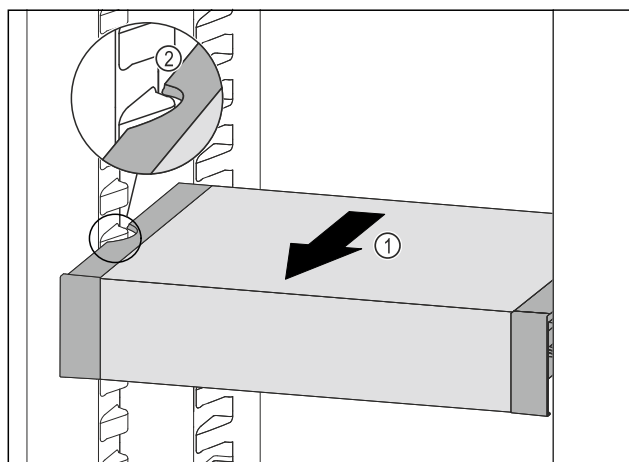

Fig. 160
- ▶ 向前拉动 VarioSafe Fig. 160 (1)，直至 VarioSafe 的侧部凹槽与冷藏区中的容器肋梁持平。Fig. 160 (2)